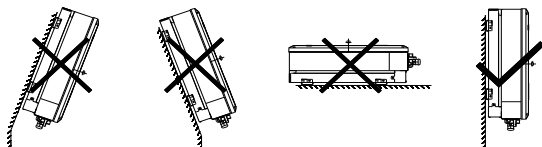

Figura 5-2 Posición de instalación
- (1) La temperatura ambiente está comprendida entre -25°C y 60°C .
- (2) La superficie de instalación es perpendicular a la línea horizontal. Consulte la Figura 5.2.